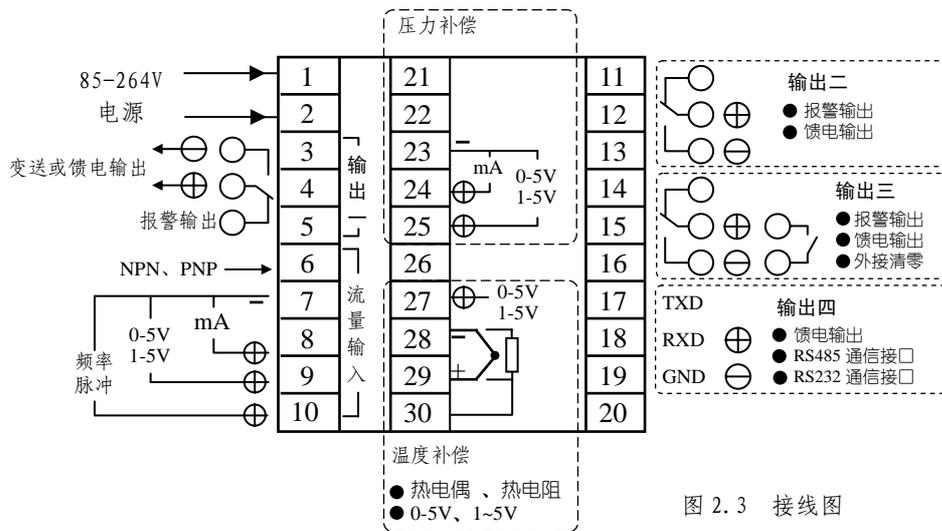

图 2.3 接线图
2.2.1 A外形接线（图 2.3）
2.2.2 F外形接线--图 2.3 顺时针旋转 90°